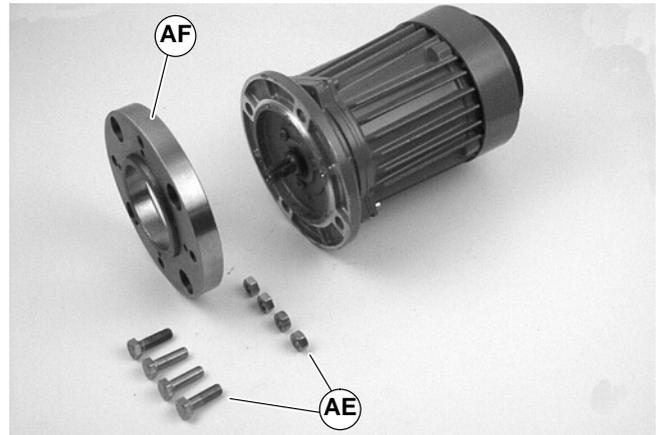

Abbildung 21
4. Vier (4) Schrauben und Muttern entfernen (AE siehe Abbildung 21) entfernen. Adapterflansch (AF) entfernen.